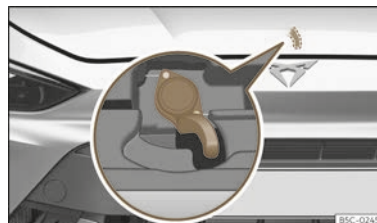

Abb. 231 Hebel unter der Motorraumklappe.
- Um die Frontklappe zu öffnen, drücken Sie den unterhalb der Frontklappe mittig vorgesehenen Hebel mit der Hand nach links >>> (Abb. 231) ②. Die Fanghaken werden entriegelt.